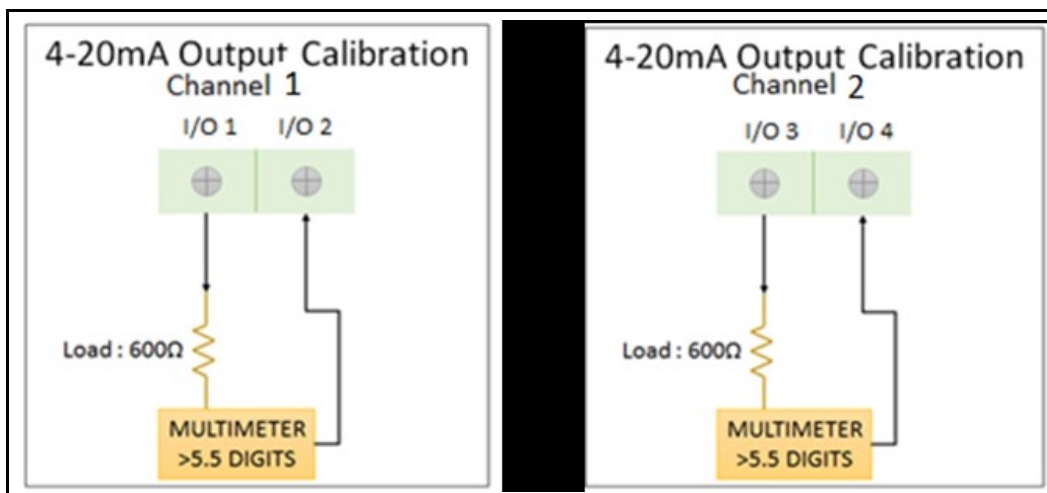

Figura 64: Conexiones de salida analógica de E/S opcional de canal 1 y canal 2
1. Conecte la salida analógica como en la Figura 64.